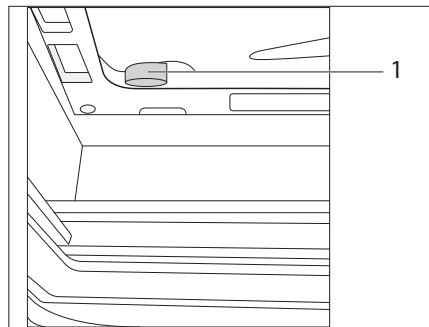

Bild 23 Verriegelung (Abb. ähnlich)
*Dachhaube öffnen:* ■ Den Verriegelungshebel (Bild 23,1) nach vorne schieben.
■ Den Verriegelungshebel (Bild 23,1) nach hinten schieben.